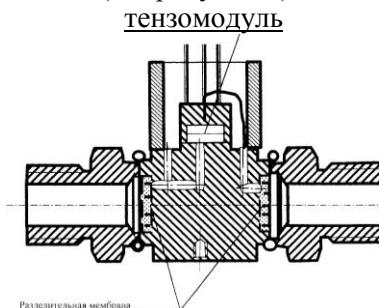

Рисунок 1 -Устройство измерительного модуля
4.3 Первичным измерительным преобразователем является пьезорезистивный кремниевый тензомодуль (пластина монокристаллического кремния с диффундированными тензорезисторами, соединенными по мостовой схеме), действующий в качестве пружинной мембранны, которая разделяет плюсовую и минусовую камеры. Измерительные камеры отделены от среды измерения разделительной мембраной и заполнены специальной жидкостью. Конструкция тензомодуля гарантирует устойчивость измерительного преобразователя от ударных воздействий измеряемым давлением и от перегрузки по давлению (см. рисунок 1).